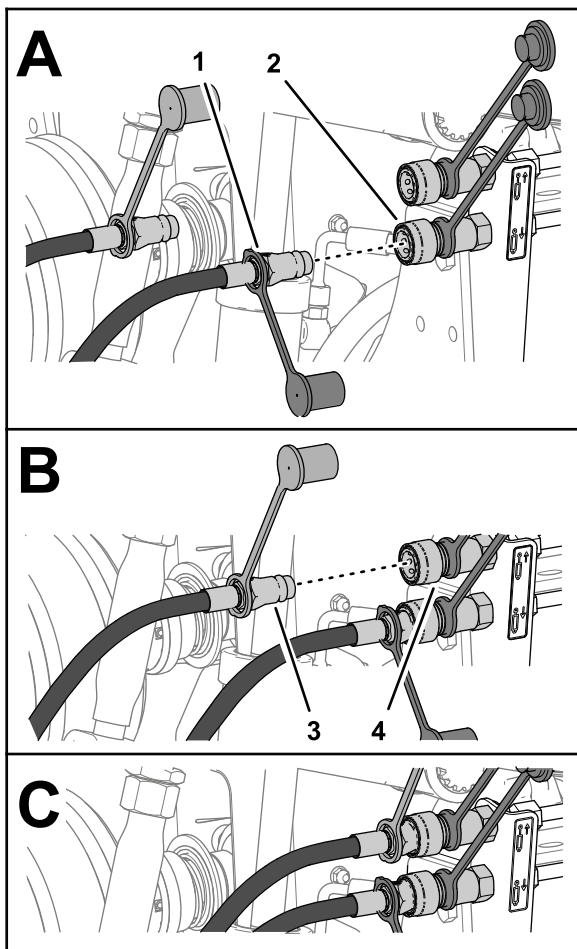

Figura 27
- Conecte la manguera de extensión del cilindro del acoplamiento de conexión rápida al circuito de bajada de accesorios traseros del enganche de desconexión rápida (Figura 27).